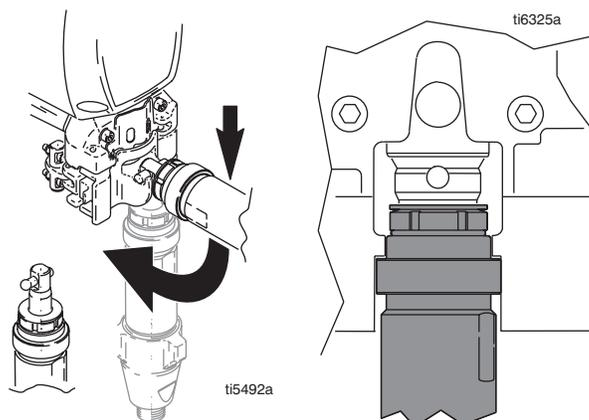

図 . 24
1. 図 . 24. ピンホルダでピストンロッドを調節して、引き抜きます。ピストンロッドを塗装面で叩いて押し込みます。